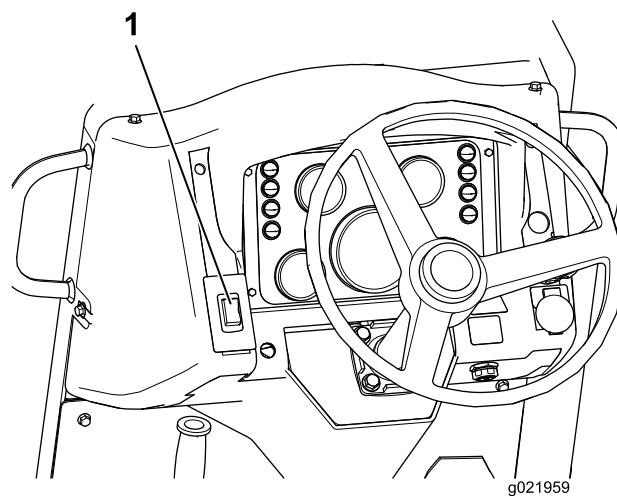

Figure 25
1. Poussez l'interrupteur du frein de stationnement (Figure 25) vers le haut pour serrer le frein.